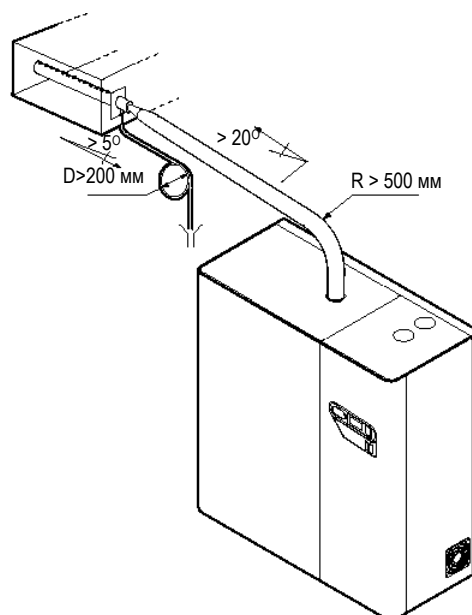

Рис. 4.3.3
2. Для коротких расстояний (менее 2 м) сгиб радиусом не менее 500 мм, далее подъем вверх под углом не менее 20° (см. Рис. 4.3.3).